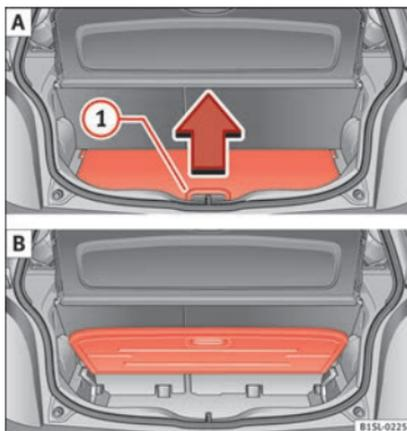

Fig. 138 A: abrir o piso variável da bagageira. B: piso variável da bagageira levantado.
- Para *levantar* o piso, levante o puxador » **Fig. 138 1** no sentido da seta e puxe o piso o mais possível para cima » **Fig. 138 B**.